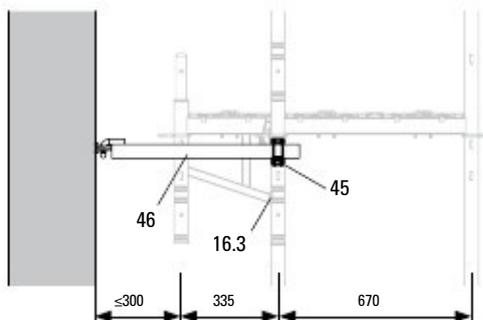

Fig. E1.03
Закрепете стенната свързка UWT (46) с държача EWC (45) или със свързка за стойка към вътрешната тръба на Easy Frame EVF (16.3). Използвайте горния отвор. (Fig. E1.03 + E1.04)